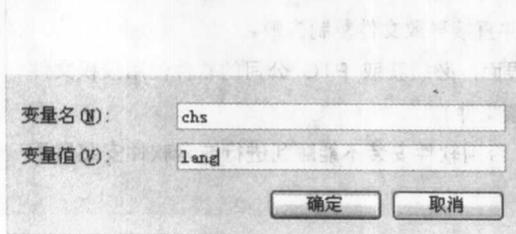
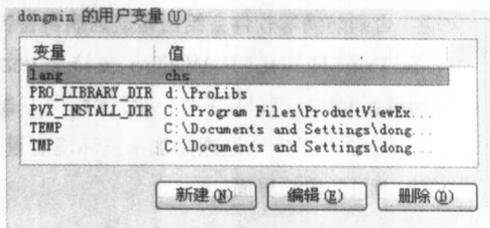

图 1-2-3
图 1-2-4
(2) 在“Administrator 的用户变量”(视情况而定，本机是 dongmin 的用户变量)选项组中，单击“新建”按钮→系统会弹出一个新对话框，如图 1-2-3 所示。在“变量名”文本输入框中，输入字母“CHS”；在“变量值”文本输入框中，输入字母“LANG”，→单击“确定”按钮，系统会显示一个对话框，如图 1-2-4 所示。